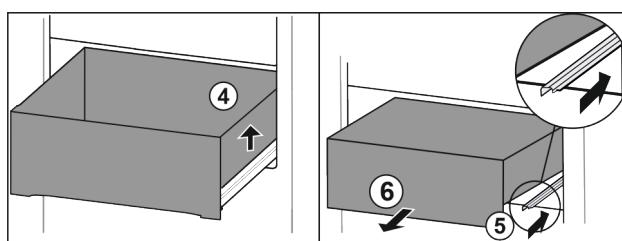

Fig. 93
- Nadvihnite zásuvku doprava. Fig. 93 (4)
- Zasuňte pravú koľajničku. Fig. 93 (5)
- Odoberte zásuvku dopredu. Fig. 93 (6)